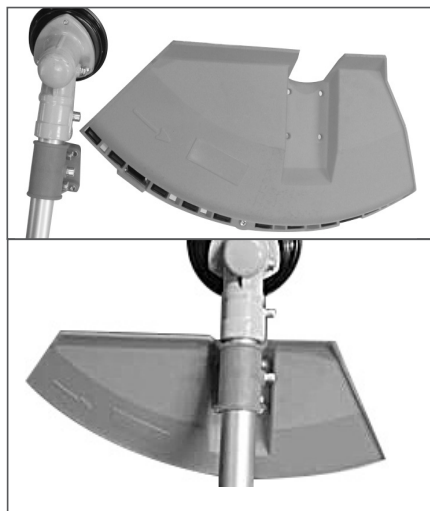

**Рис. 2 Установка защитного кожуха**
Установите на штангу защитный кожух и зафиксируйте его болтами (Рис.2).
*Перед первым использованием триммера с триммерной головкой необходимо удалить защитный чехол (при его наличии) с ножа (Рис. 2 для обрезки корда. Нож размещен на внутренней стороне защитного кожуха.*